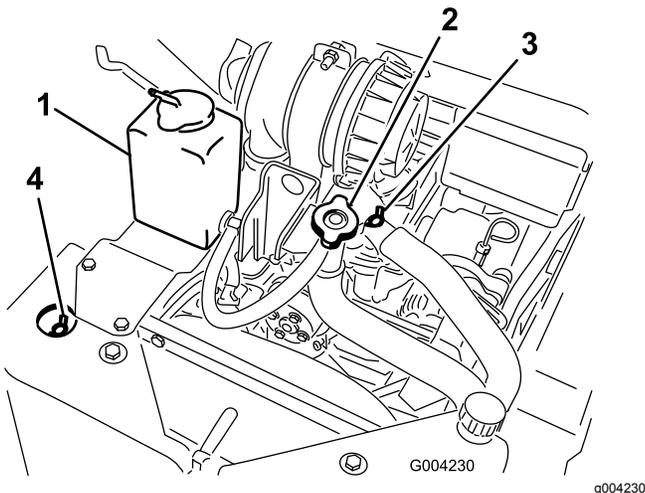

Figure 51
A. Enlevez le bouchon de remplissage de liquide de refroidissement (Figure 51).
B. Ouvrez les vannes de purge de liquide de refroidissement avant et supérieure (Figure 51).
commence à sortir par la vanne de purge avant (Figure 51).
D. Fermez la vanne de purge avant (Figure 51).
E. Versez du liquide de refroidissement dans le goulot de remplissage jusqu'à ce qu'il commence à sortir par la vanne de purge supérieure (Figure 51).
F. Fermez la vanne de purge supérieure (Figure 51).
G. Versez du liquide de refroidissement dans le goulot de remplissage jusqu'à ce qu'il monte dans le goulot (Figure 51).
H. Remettez le bouchon de remplissage de liquide de refroidissement en place (Figure 51).